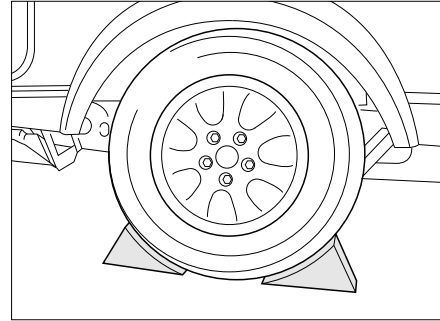

Fig. 167 Bloquer le véhicule
- Placer des sabots de freins ou autres objets similaires contre la roue d'en face pour bloquer le véhicule (Fig. 167).